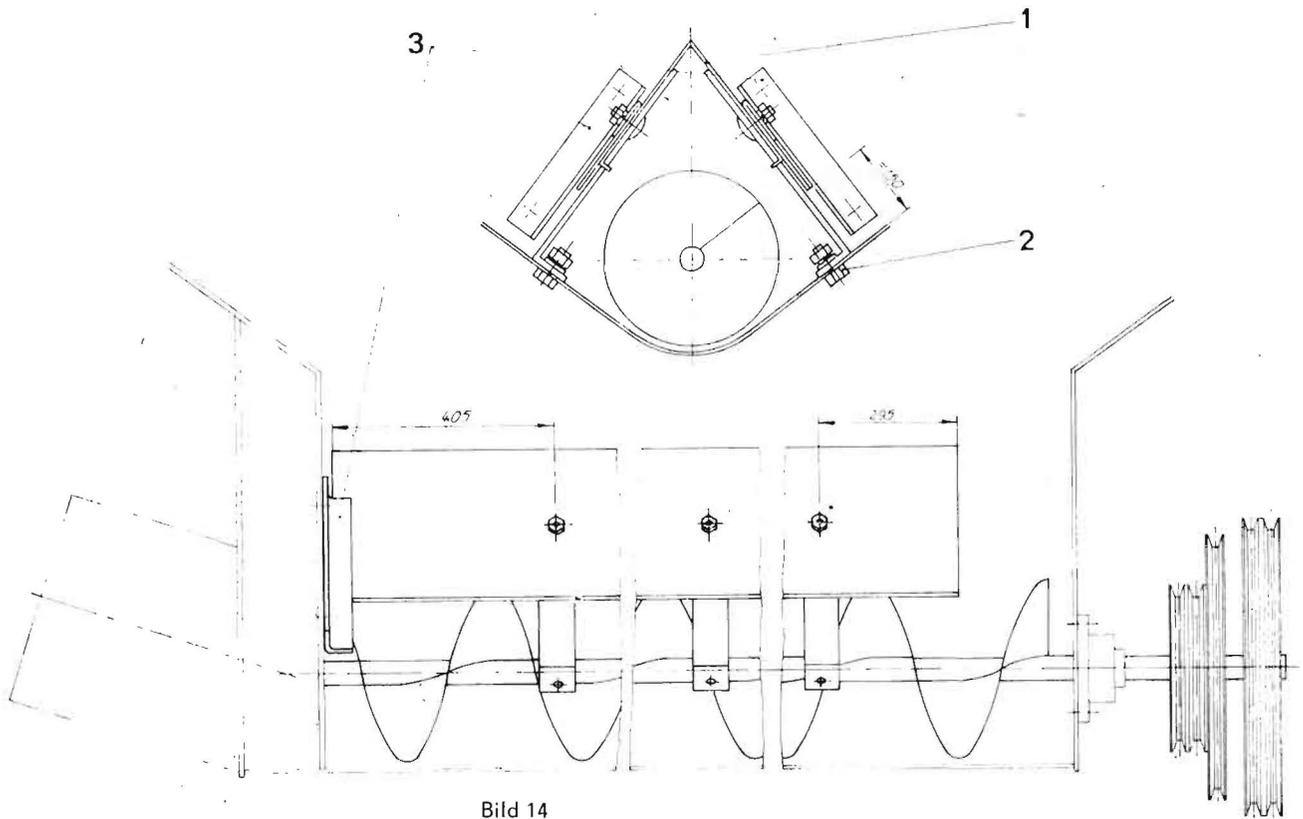

Bild 14
5.3.4. Schneckenabdeckung CCM (Bild 3 – Pos. 21 und Bild 14)